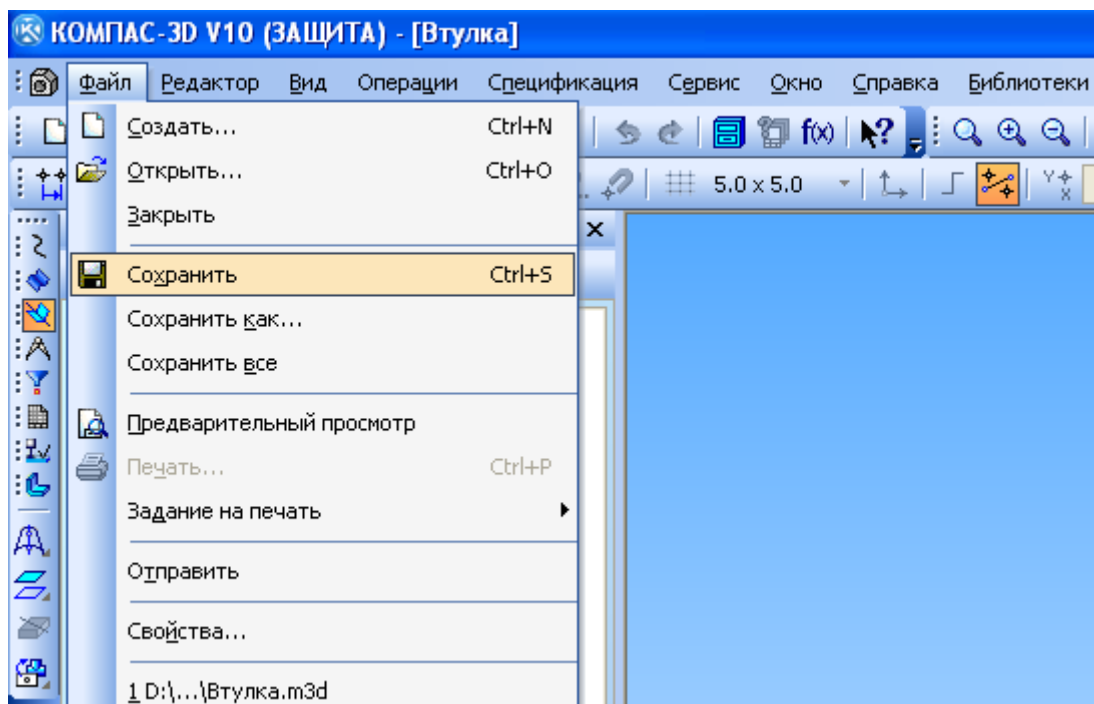

Рисунок 2 – Главное меню системы
**Главное меню** расположено в верхней части программного окна, сразу под заголовком (рисунок 2). В нем расположены все основные меню системы. В каждом из меню хранятся связанные с ним команды.